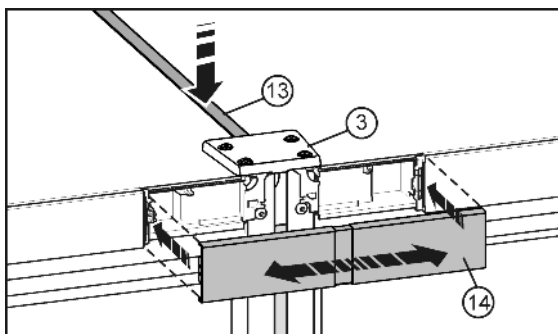

Fig. 10
- ▶ A felső oldalon nyomja be a rövid léceket Fig. 10 (13) a nyílásba. A léceket az összekötő lappal Fig. 10 (3) zárja le az első élén.
- ▶ A fedelet Fig. 10 (14) pattintsa fel a két kezelőrésszel nyílás még nyitott hézagába. Ügyeljen arra, hogy a fedél külső oldalai pontosan lezárják a kezelőrésszel nyílását. E célból a fedelet ki lehet húzni.